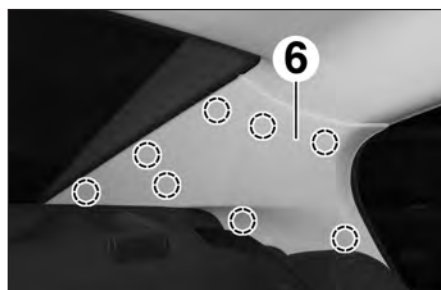

FIG.65
- Dégrafer la garniture supérieure de montant arrière (6) (Fig.65).